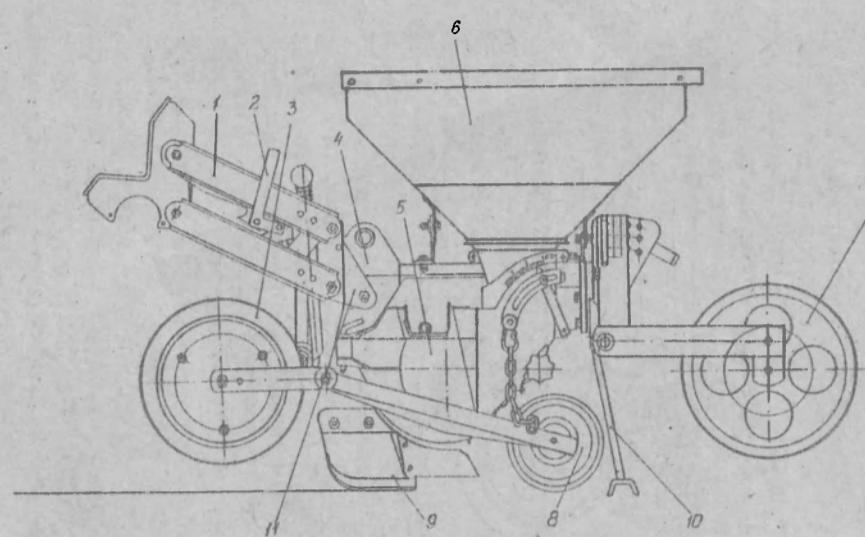

РИС. 6. ПОСЕВНАЯ СЕКЦИЯ
3.4 На сеялке (при высеве свеклы с междурядьем 450 мм) устанавливается двенадцать посевных секций (рис.6). Каждая из них состоит из высевающего аппарата 5 с бункером для семян 6, сошника 9, параллелограммного механизма 1, кронштейна 4, проставки (кронштейна) 11, опорного колеса 3, прикатывающего колеса 8, задельзывающего колеса 7, механизма фиксации 2 и опоры 10.
Высевающий аппарат (рис.6 б) состоит из корпусов 1,11, основания 6, диска ведомого 3, высевающего диска 14, сбрасывателя двойников 7, ролика 15 и указателя 13 со шкалой 12. Высевающие диски - сменные, в зависимости от посевной культуры (см. табл.1). Замена высевающих дисков производится в соответствии с п.7.17.
Опора 10 (см. рис.6) предназначена для предохранения сошников от забивания землей. При опускании на почву посевные секции устанавливаются на опоры, при движении опоры складываются.
РИС. 6б ВЫСЕВАЮЩИЙ АППАРАТ